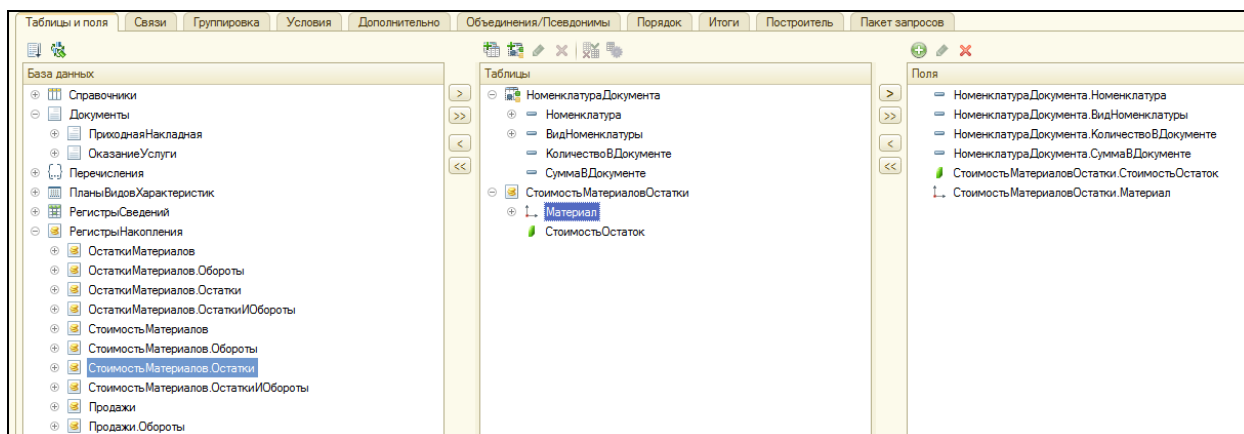

Рисунок 5.11 Выбранные поля из таблицы СтоимостьМатериалов.Остатки
16. Добавим в список таблиц запроса виртуальную таблицу **РегистрНакопления.СтоимостьМатериалов.Остатки**. Перейти на закладку **Таблицы и поля**. Добавить в список таблиц таблицу **РегистрНакопления.СтоимостьМатериалов.Остатки**, из нее выбрать поля **СтоимостьОстаток**, **Материал**. (рис. 5.11.).